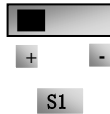

图 4-6
- (7) EP66 控制板端子附近有一拨动开关 S1，如图 4-6，S1 选择 AI1 通道的电压输入范围，拨到“+”